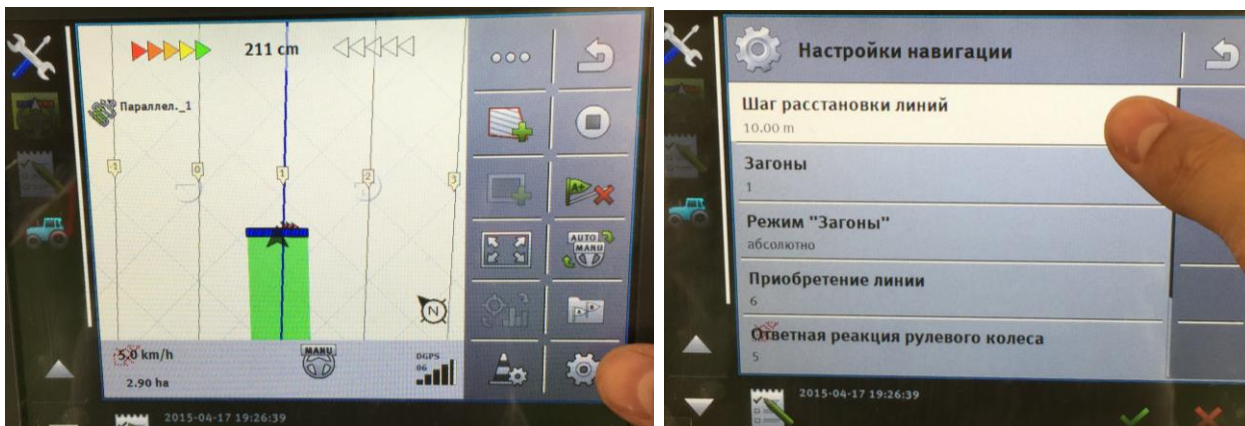

Рисунок 7.23 – Переход к режиму **A+**
7. Измените шаг расстановки линий (**Настройка навигации**  – **Шаг расстановки линий**) – рисунок 7.23, таблица 7.7.